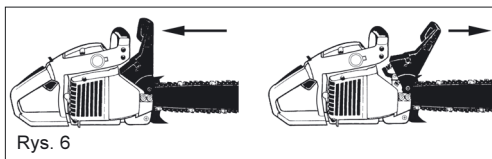

Rys. 5
Napinanie łańcucha tnącego (rys. 5)
całkowicie przeciągnąć dookoła dłonią w rękawicy. Przytrzymaj prowadnicę za końcówkę (zob. rys. 5). Aby napiąć łańcuch, obracaj śrubę napinającą (B) w kierunku ruchu wskazówek zegara. Aby poluzować łańcuch, obracaj śrubę napinającą w kierunku przeciwnym do kierunku ruchu wskazówek zegara.